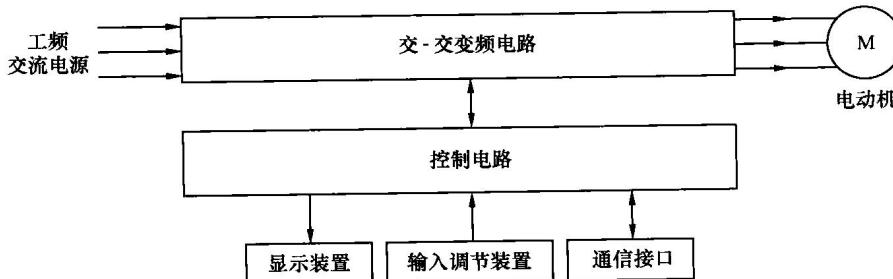

图 1-3 交-交型变频器的结构框图
**交-交型变频器利用电路直接将工频电源转换成频率可变的交流电源并提供给电动机，通过调节输出电源的频率来改变电动机的转速。**交-交型变频器的结构如图 1-3 所示。从图中可以看出，交-交型变频器与交-直-交型变频器的主电路不同，它采用交-交变频电路直接将工频电源转换成频率可调的交流电源来进行变频调速。